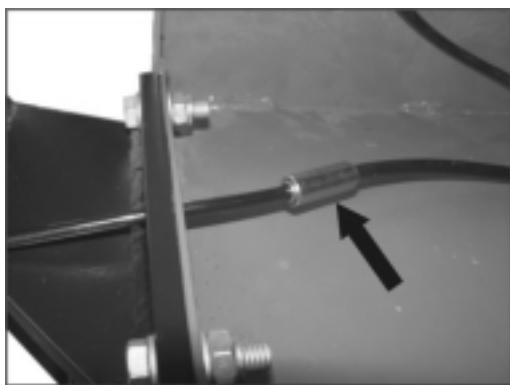
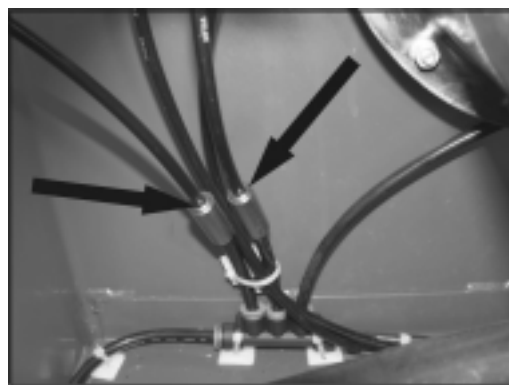

图 20
图 21
2. 找到辅助臂内伸出的 pu 管，插进机箱内的变径接头（如图 20）如果是倒臂式的机型请将倒臂内伸出的 pu 管插进机箱内的另一个变径接头（如图 21）；